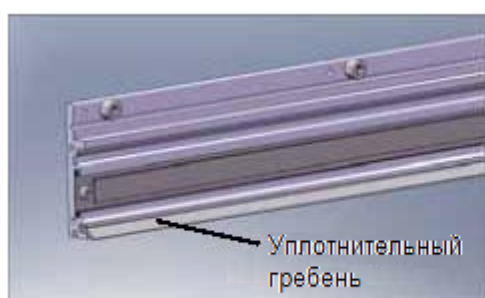

Рис. 5.8 Установка уплотнительного гребня
6. Установка считывающей головки: поместите гребень уплотнения в отверстие с диаметром $\varnothing 4$ зубчатой стороной верх (рис. 5.8). Установите соединительную опору (пластину), соблюдая симметрию с обеих сторон считывающей головки; при этом основание (опора) должно быть расположено близко к контактной поверхности, как показано на рисунках 5.9 и 5.11.